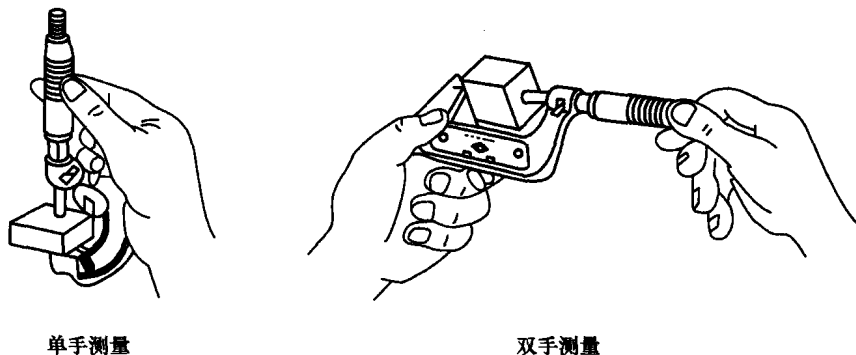

图 1-8 千分尺的使用方法
(3) 千分尺的使用要点
- ① 测量前应检查零位的准确性。
- ② 测量时，千分尺的测量面和工件的被测量表面应擦拭干净，以保证测量正确。
- ③ 可单手或双手握持千分尺对工件进行测量，如图 1-8 所示。单手测量时旋转力要适